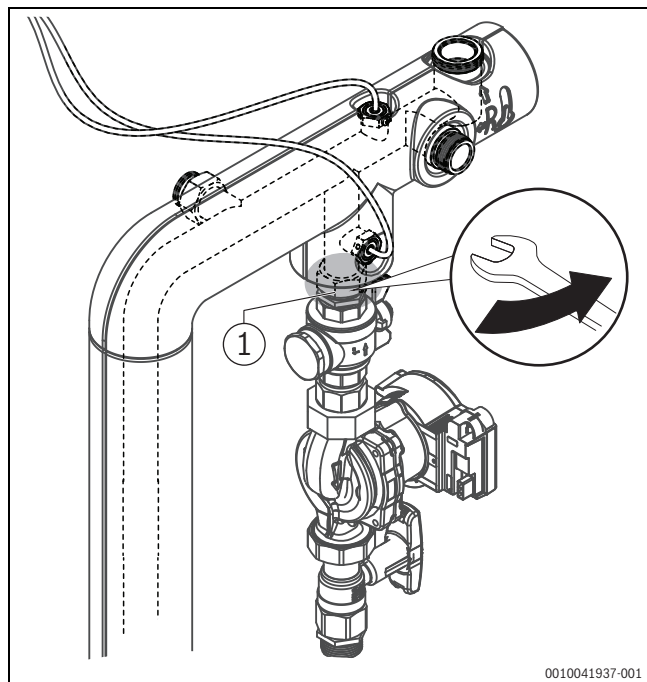

Bild 6 Lösen der Überwurfmutter
- ▶ Überwurfmutter oberhalb des oberen Kugelhahns lösen und Pumpenstrang um 90° nach rechts drehen (→Bild 6).